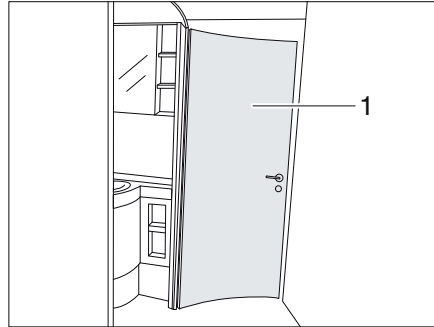

Fig. 224 Cuarto de baño
La puerta de la zona de aseo (Fig. 224,1) se puede bloquear según equipamiento a un amplio cuarto de baño en 1-3 anchos de abertura diferentes. Dependiendo del ancho de abertura seleccionado se interconectan diferentes partes de habitación.
- ▶ La puerta de la zona de aseo (Fig. 224,1) no debe utilizarse durante el viaje como separador de habitación. Llevar la puerta a la posición inicial (zona de aseo aislada).